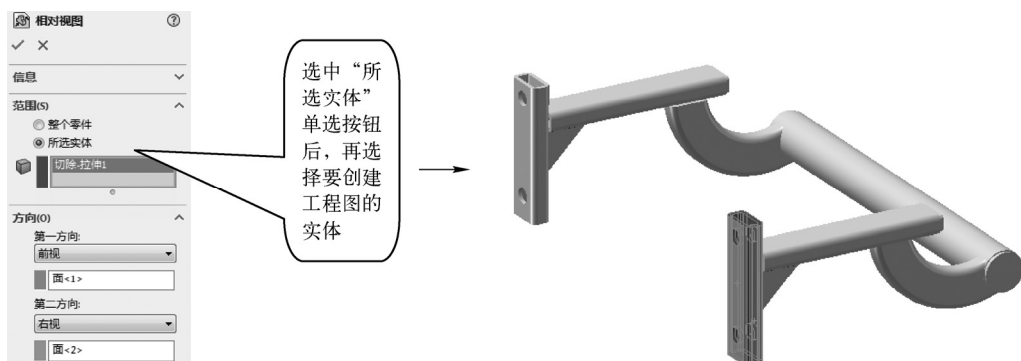

图 9-55 插入相对于模型视图操作 1
STEP 15 执行主菜单“插入”>“工程图视图”>“相对于模型”菜单命令，切换到模型文件编辑工作界面，选中一侧竖板，并为其设置“第一方向”和“第二方向”，如图 9-55 所示，单击“确定”按钮继续。